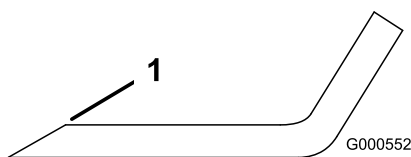

Figura 67
- Utilice una lima para afilar el filo de corte en ambos extremos de la cuchilla (Figura 67).
Nota: Si la cuchilla no está equilibrada, rebaje algo el metal en la parte de la vela solamente (Figura 67).